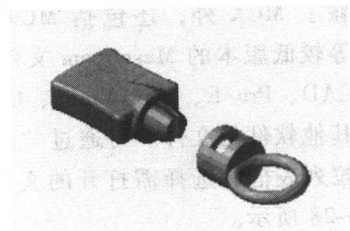

图 1-31 部分保存后的零件
7) 部分保存操作完成后，当前文件仍为原文件，重新打开部分保存生成的文件 BADGE.MCX，如图 1-31 所示。